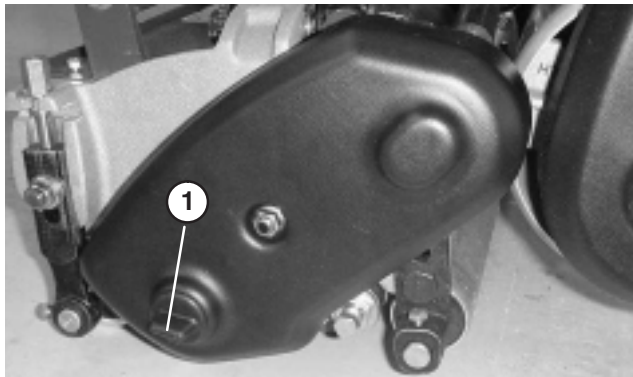

Figure 52
1. Retirez le bouchon du couvercle de l'entraînement du cylindre du côté gauche de l'ensemble cylindre (Fig. 52).